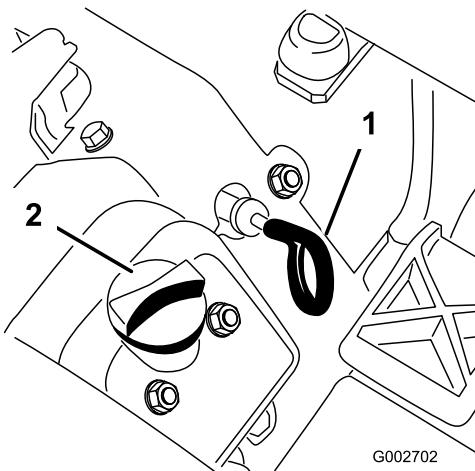

Figure 13
3. Sortez la jauge (Figure 13) et essuyez-la sur un chiffon propre. Remettez la jauge dans le tube en vérifiant qu'elle est enfoncee au maximum. Sortez la jauge du tube et vérifiez le niveau d'huile. Si le niveau est trop bas, retirez le bouchon de remplissage du couvre-culasse et ajoutez la quantité d'huile nécessaire pour amener le niveau au repère maximum de la jauge.